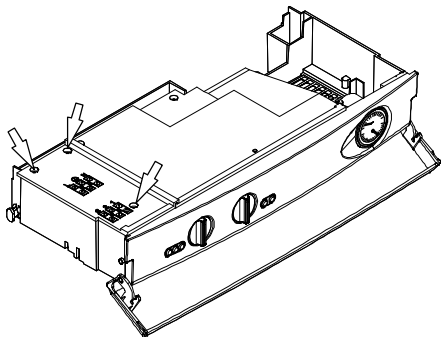

fig. 5.16
- 4 Aflojar los tornillos y retirar la tapa de la bornera fig. 5.16